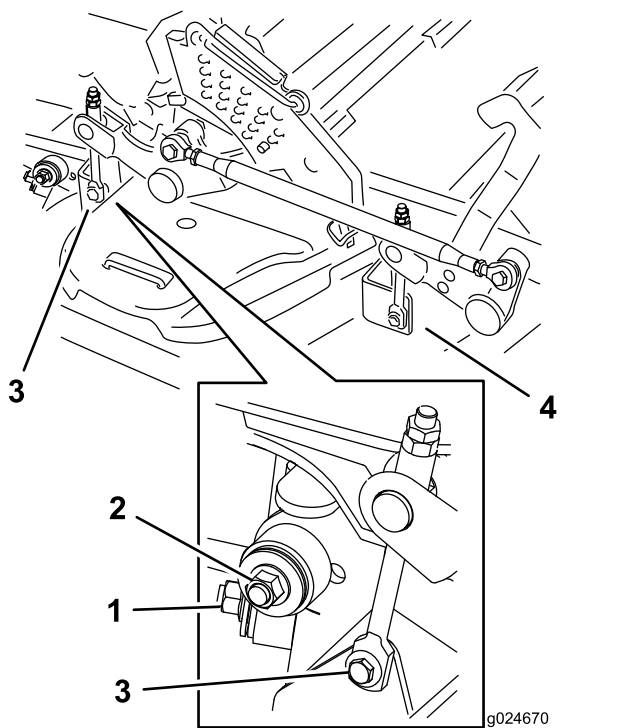

Figura 120
7. Retire e guarde as ferragens em ambos os lados da plataforma, como se mostra na Figura 120.